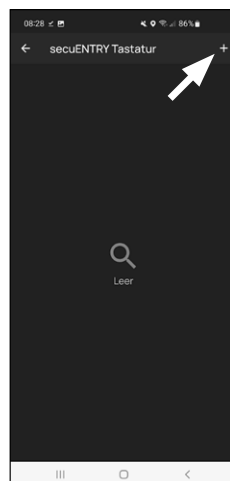

Fig. 6
- 8 Appare una finestra dei tastierini già creati. Alla prima configurazione, questa finestra è vuota. Per collegare un tastierino, selezionare "+" in alto a destra. (Fig. 6).